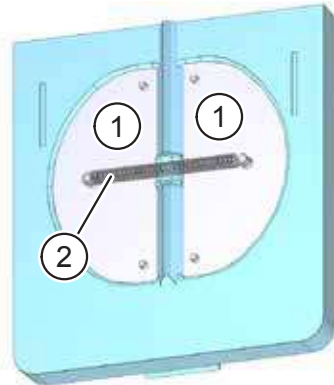

Abb. 22: Rückschlagklappe prüfen
- ▶ Überprüfen Sie, ob sich beide Klappenflügel (Pos. 1 in Abb. 22) leichtgängig öffnen und schließen lassen.
- ▶ Überprüfen Sie den korrekten Sitz der Rückholfeder (Pos. 2 in Abb. 22).
Für die Nachrüstung einer Brandschutzklappe benötigen Sie die Artikel V-MBK-U, Art.-Nr. 4060 und V-KL, Art.-Nr. 4061. In die Rückschlagklappe (siehe Abb. 22 auf Seite 42) müssen Sie die dünnere (6 mm) der beiden in V-KL beigelegten Dichtungen einsetzen.